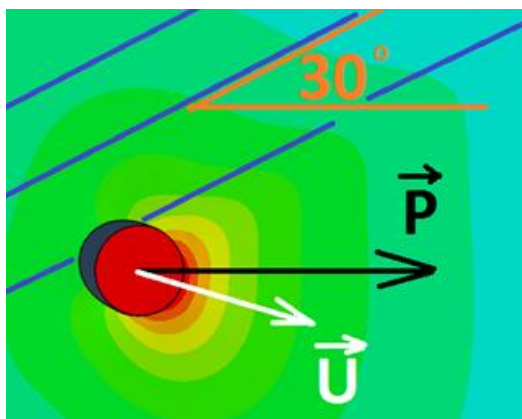

Рис. 17 Несоответствие направления перемещений смятия направлению действия силы смятия в композите
- В ПКМ перемещение смятия, в отличие от металла, не совпадает с направлением действия силы смятия (Рис. 17). Совпадение достигается лишь в том случае, когда сила смятия действует вдоль одного из направлений ортотропии материала. Методика, примененная в данной работе, корректно описывает поведение крепежа только в этом случае. Поэтому в ходе расчетов требуется контролировать получаемые направления сил смятия.